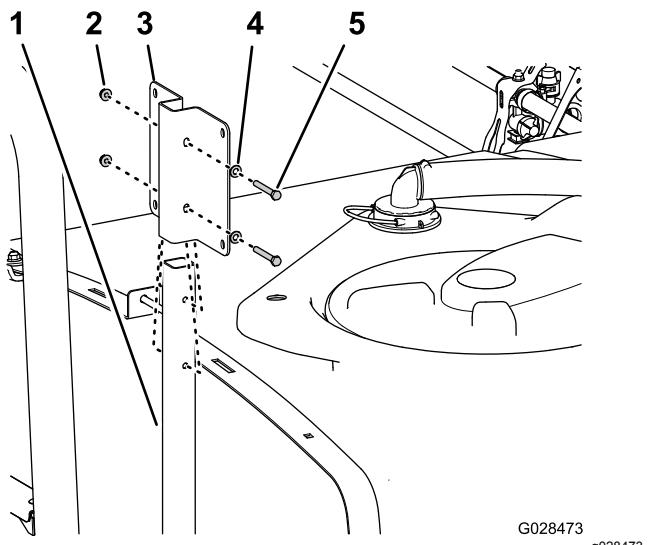

Figure 36
- Alignez les trous du support du réservoir d'eau douce et les trous du tube de support (Figure 36).
- Fixez les supports au tube (Figure 36) au moyen de 2 boulons à embase (5/16" x 2 1/4"), 2 rondelles (5/16") et 2 contre-écrous à embase (5/16").